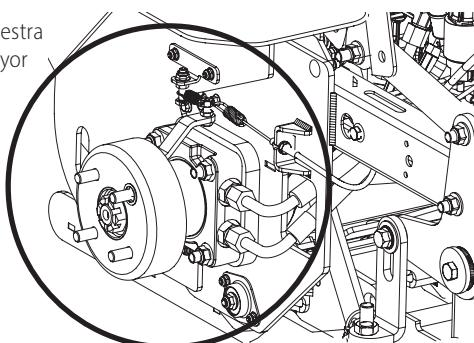

Figura 18
- Limpie alrededor y cerca de la transmisión, eje y área de ventiladores. Consulte la Figura 18.